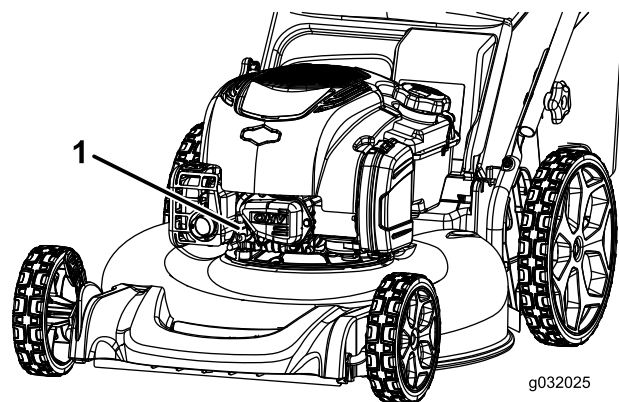

Figura 18
2. Deconectați cablul de la bujie (Figura 18).